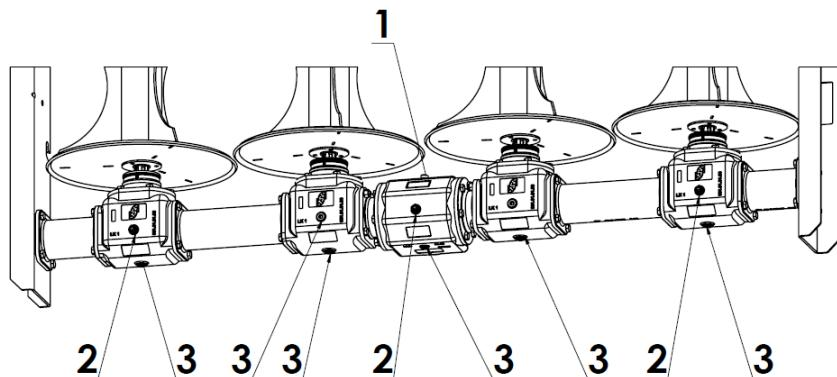

Рисунок 22-й Точки контроля уровня масла редуктора адаптера:
Для слива масла из редуктора адаптера (рис. 22) необходимо открутить сливные пробки (3). Через заливное отверстие (1) заливайте новое масло в редуктор до тех пор, пока оно не появится в контрольном глазке (2). Правильный уровень масла достигается тогда, когда масло видно посередине контрольного глазка. В редукторе адаптера отдельные корпуса редуктора соединены друг с другом, поэтому дозаправка и проверка уровня масла во всем узле осуществляется только через пробку заливного отверстия центрального корпуса.